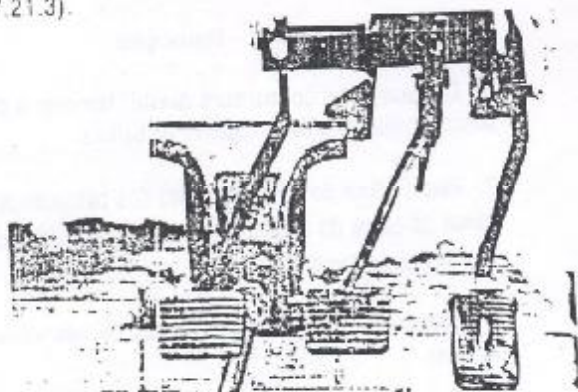

Figura 7.21.3 - Conjunto dos pedais
1. Posicionar o conjunto dos pedais em uma morsa (Figura 7.21.3).